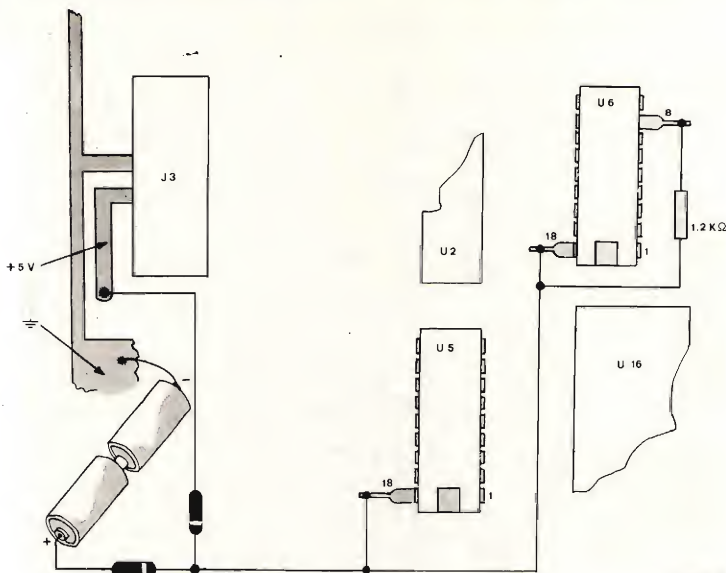

figura 2
- Osservate la figura 2; la modifica è meglio evidenziata: i due nuovi integrati debbono essere montati come indicato nella figura e cioè con i piedini 8 e 18 di U_6 fuori dallo zoccolo e il piedino 18 di U_5 anch'esso fuori dello zoccolo.